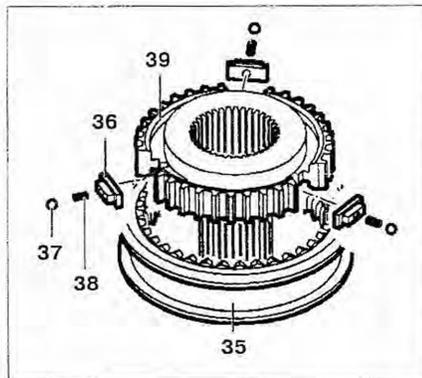

Рис. 4.42. Отсоедините муфту 35 от ступицы 39 синхронизатора и снимите сухари 36, пружины 38 и шарики 37.
22. Отсоедините муфту 35 от ступицы 39 синхронизатора и снимите сухари 36, пружины 38 и шарики 37 (рис. 4.42).